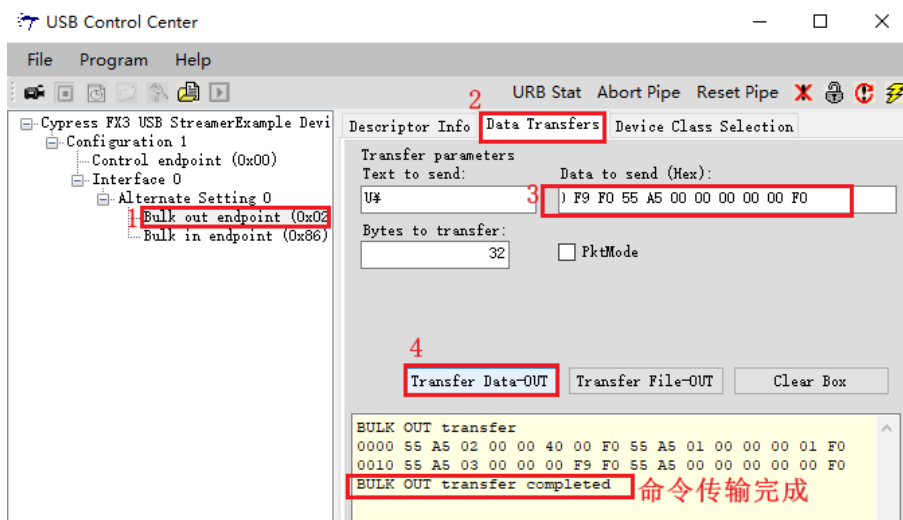

图 1-27 命令传输完成标志
4. 点击“Transfer Data-OUT”进行命令传输，传输完成之后如下图 1-27 所示。